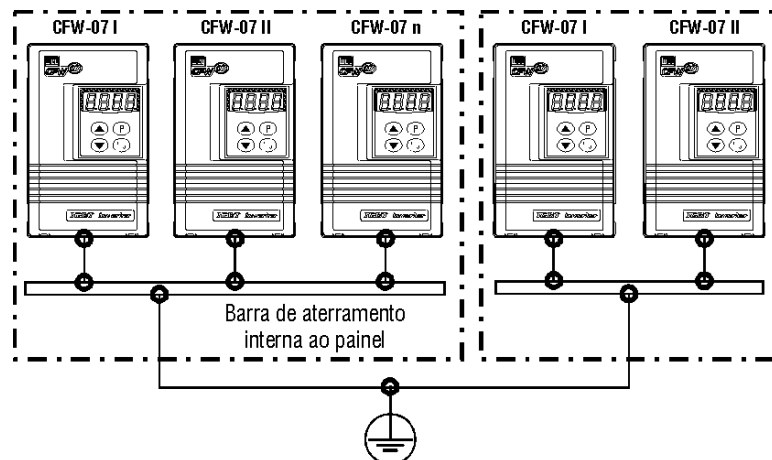

Figura 3.4 - Conexões de aterramento para mais de um inversor
- ⑤ Os inversores devem ser obrigatoriamente aterrados para um terra de proteção por motivos de segurança. A conexão de terra deve atender as normas locais. Utilize no mínimo a fiação com a bitola indicada na tabela 3.1. Conecte a uma haste de aterramento específica ou ao ponto de aterramento geral (resistência ≤ 10 ohms). Não compartilhe a fiação de aterramento com outros equipamentos que operem com altas correntes (ex.: motores de alta potência, máquinas de solda, etc). Quando vários inversores forem utilizados observe a figura 3.4.